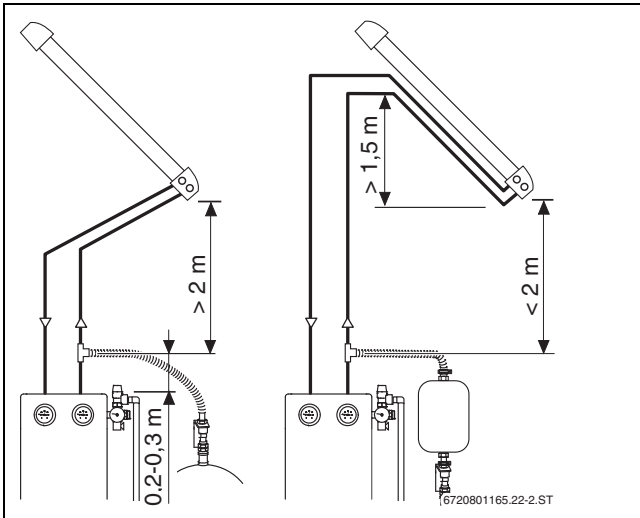

Bild 16 Abstand zum Kollektorfeld (Vakuümrohrenkollektoren)
- ▶ Am Kollektorfeld mit Vorlauf und Rücklauf einen „Leitungssack“ von mindestens 1,5 m Höhe bilden (→ Bild 16).